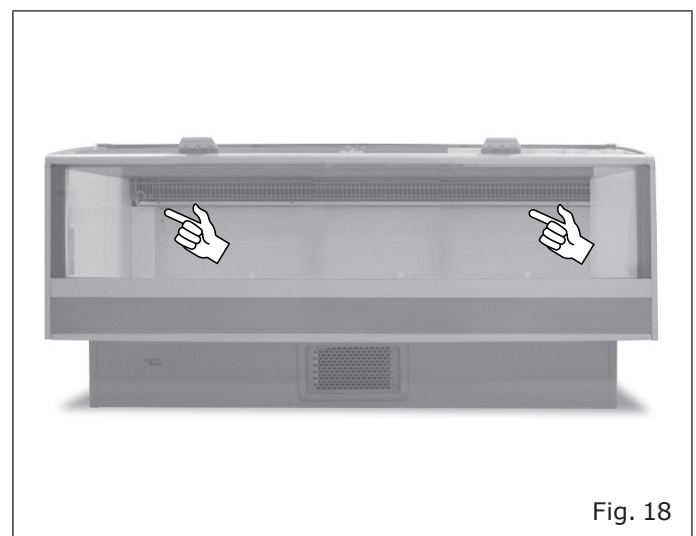

Fig. 18
- A mercadoria não ultrapasse a linha de carga ("Fig. 18").